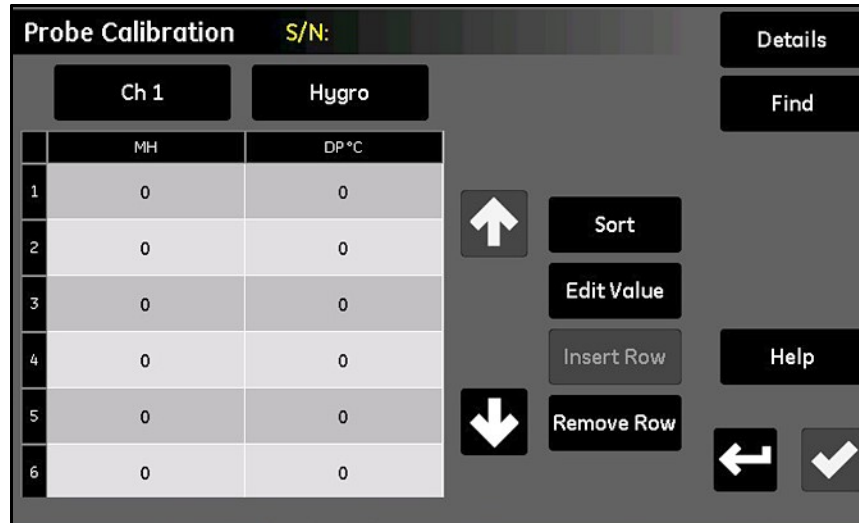

Figura 58: Pantalla de calibración de la sonda
1. En el *Menú Configuración*, pulse el botón **Calibración de sonda** para abrir una pantalla *Calibración de sonda* similar a la de la *Figura 58 en la página 65*. **Tenga en cuenta que el número de serie de la sonda correspondiente se indica en la parte superior de la pantalla.**